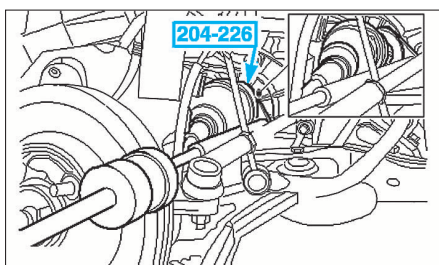

FIG. 1
- À l'aide d'un levier approprié muni de son adaptateur (outil Ford 204-226 ou 16-092) et d'un marteau à inertie, extraire la transmission du différentiel, puis récupérer la transmission (Fig.1). Prévoir l'écoulement d'huile.